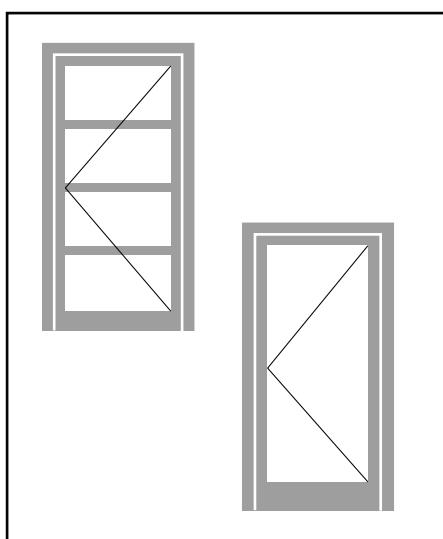

Abb. 2 / Fig. 2 / Fig. 2
- ein oder mehrere Riegel (Abb. 2)
- hoher Sockel (H ca. 200 mm, Abb. 2)
- une ou plusieurs traverses (fig. 2)
- socle plus élevé (H 200 mm env. fig. 2)
- one or more mid-rails (fig. 2)
(h approx. 200 mm, fig. 2)